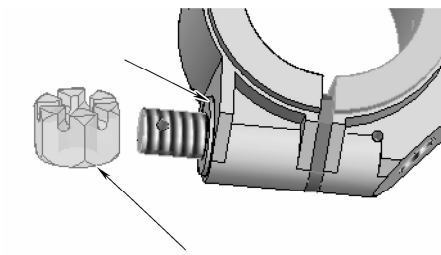
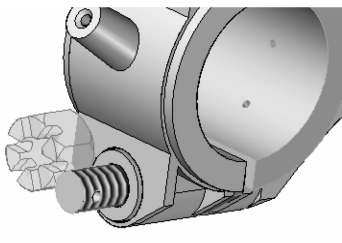

图 8-100 选取配合面
图 8-101 贴合装配
(3) 选择如图8-100所示的面进行配合,配合后如图8-101所示。